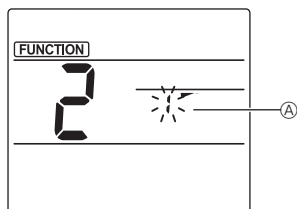

Fig. 3-2
- ② Выбор номера дефлектора (Fig. 3-2). Нажимайте кнопки [↑] [↓] для выбора номера дефлектора ①, затем нажмите кнопку [SET].